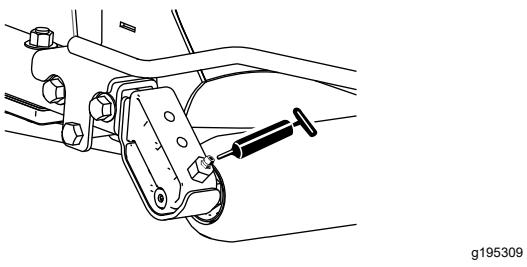

Figura 42
- 2 (por unidade de corte) rolamentos do rolo traseiro (Figura 42)